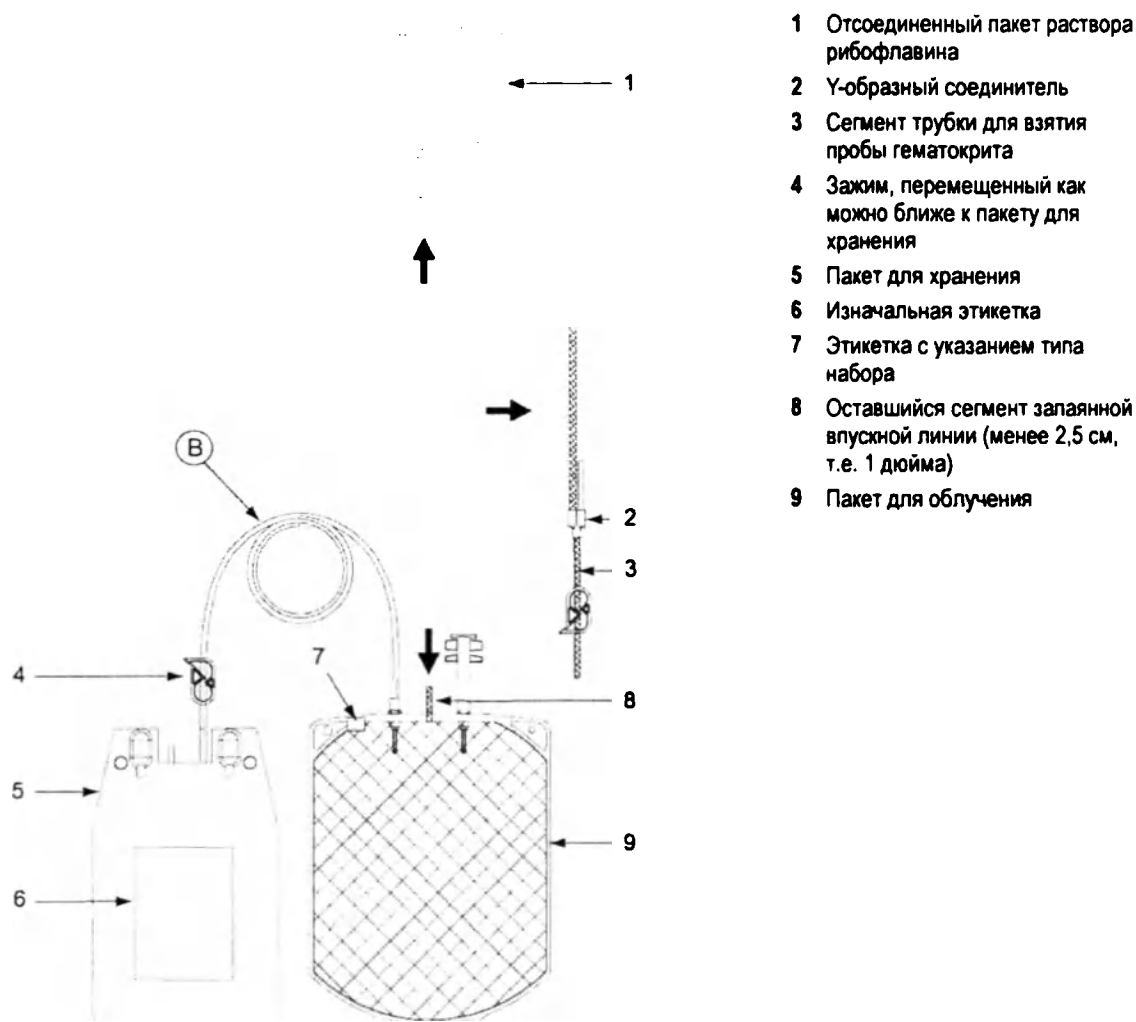

Рис. 8: Запаивание и отсоединение пакета раствора рибофлавина и сегмента для взятия пробы гематокрита
10. Запаяйте впускную линию непосредственно под пакетом раствора рибофлавина, используя устройство для запаивания трубок (см. Рис. 8).
12. Запаяйте впускную линию в месте как можно ближе к пакету для облучения, используя устройство для запаивания трубок. Для правильной установки запаянной впускной линии в камере светового облучения ее длина должна быть меньше 2,5 см (1 дюйма). Отделите сегмент трубки в месте между пакетом для облучения и пакетом раствора рибофлавина. (Длина этого сегмента примерно 18 см — 30 см [8 дюймов — 12 дюймов]. См. Рис. 8.) Этот сегмент будет использован для взятия пробы гематокрита.
14. Переместите зажим на линии между пакетом для хранения и пакетом для облучения (линия ⑤), так чтобы он находился как можно ближе к пакету для хранения (см. Рис. 8).